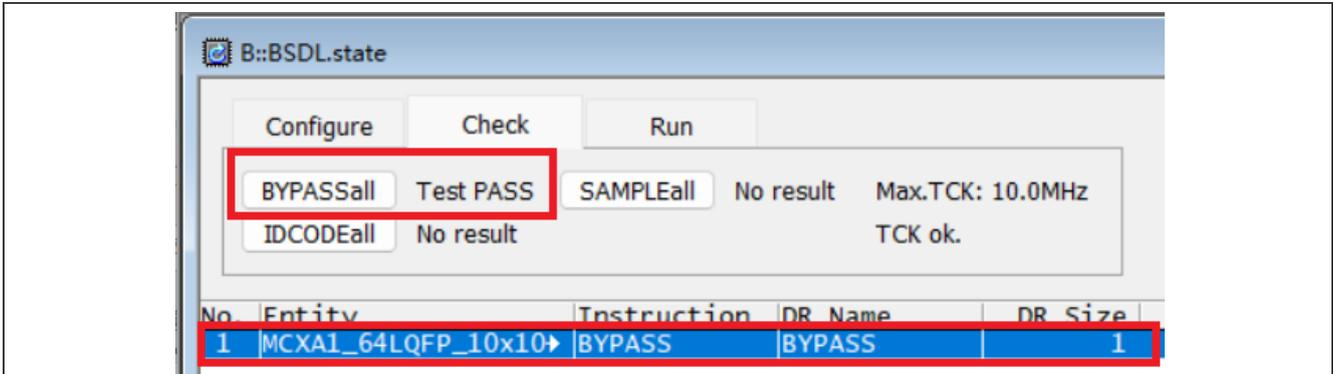
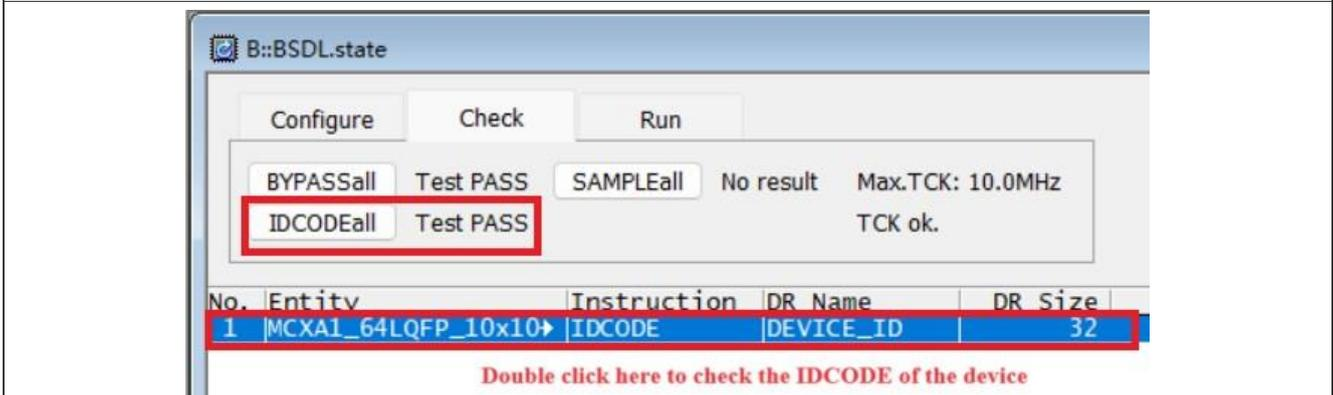

图13. 查看BYPASS
图14. 查看IDCODE
7. 切换到BSDL.state窗口的**Check**选项卡。如图13和图14所示，点击**BYPASSall**按钮和**IDCODEall**按钮，查看两个结果是否都为通过。双击实体名称，如图14所示。